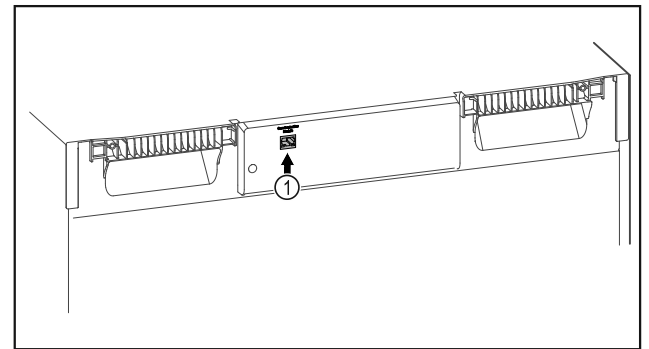

Fig. 119
- SmartModule Fig. 119 (1) je nasadený.